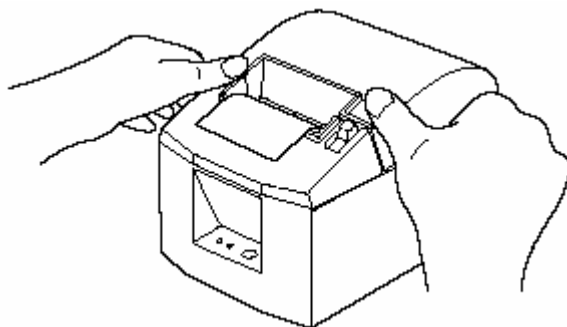

Рисунок 7.10 - Закрытие верхней крышки
7.4.4 Нажать на оба края верхней крышки, чтобы захлопнуть ее (Рисунок 7.10).